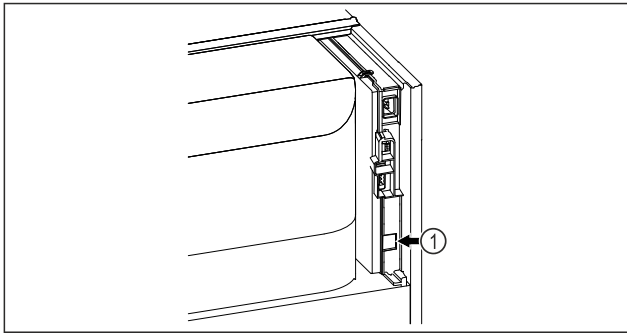

Fig. 88
- ☐ A SmartModule Fig. 88 (1) be van helyezve.